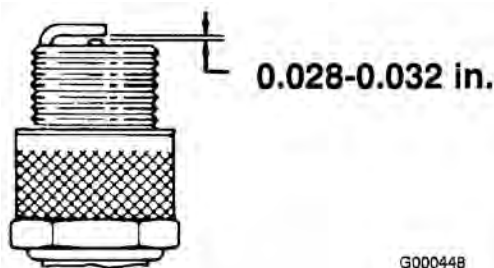

Figura 24
3. Ajuste el hueco entre electrodos a 0,7–0,8 mm (Figura 24). Tras ajustar correctamente los electrodos, coloque la bujía y apriétela a 23 Nm.